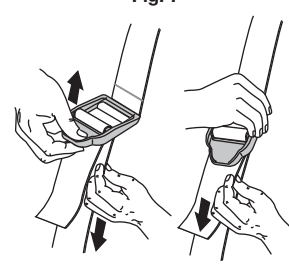

Fig. 9
- Ajuste la longitud de acuerdo a la medida del operador. Hale de la orejeta para alargarlo y hale de la correa para acortarlo (Fig. 9).
5. Agáchese en posición de arranque (Fig. 9). Oprima la traba del regulador hacia adentro y apriete la palanca de control del regulador. Hale el cordón de arranque 5 veces.